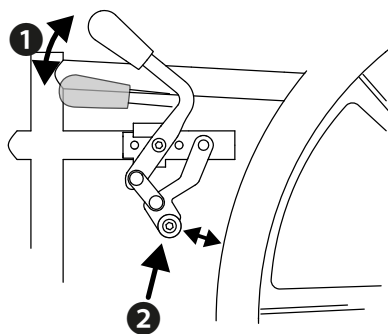

Fig.11
1. Spingere in avanti le leve del freno su entrambi i lati (1) fino quando se ne percepisce lo scatto e i pattini del freno (2) bloccano le ruote (fig. 11).